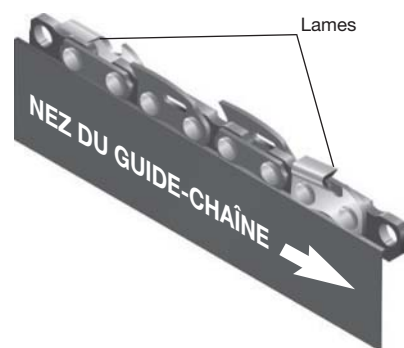

Figure 37 - Installation correcte de la chaîne coupante
4. Placez la nouvelle chaîne autour du pignon d'entraînement, le long de la rainure du guide-chaîne et autour du nez du guide-chaîne. *Remarque :* Assurez-vous que les lames de la chaîne sont dirigées dans la bonne direction. Positionnez la chaîne de manière à ce que les lames situées au-dessus du guide-chaîne soient face au nez du guide-chaîne (voir figure 37 et le témoin situé sur le côté de la scie).